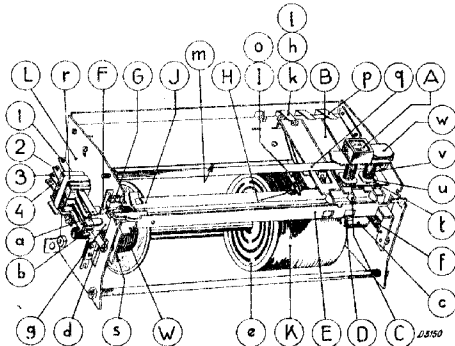

Fig. 11
Bij indrukken van knop A (fig. 11) wordt de stugge toets B neergedrukt en gearreieerd, doordat de afgeronde neus C in het vierkante gat D van beugel E valt. Deze beugel wordt door C eerst vooruit gedrukt en valt dan weer terug over C heen; hierdoor wordt de veer van de voor-silentschakelaar F gelegenheid gegeven contact te maken met nok G, gedurende de neergaande beweging van de drukknop. Bij uitwisseling van deze veer F moet deze zóó ingesteld worden, dat het schakelverloop is als boven beschreven.
Komt arreterpennetje H (fig. 11) in een gaatje in de kieschijf dan staat deze schijf vast. Deze kieschijven zijn door een drukkoppeling (veer W) direct gekoppeld met de hoofdas, dus met de condensator. Omdat de drukkoppeling door S eerder slipt, dan die door W gaat tandwiel Q slippende loopen, totdat de motor, die intusschen door het dieper zakken van H afgeschakeld is, tot stilstand is gekomen.
2. Het kapje over de veergroep r (fig. 11) afnemen (1 boutje).
**Opmerking:** Bij de toetsen 1 en 10 is het mogelijk het stripje in de stugge toets B (zie fig. 11) bij te stellen door verbuigen.